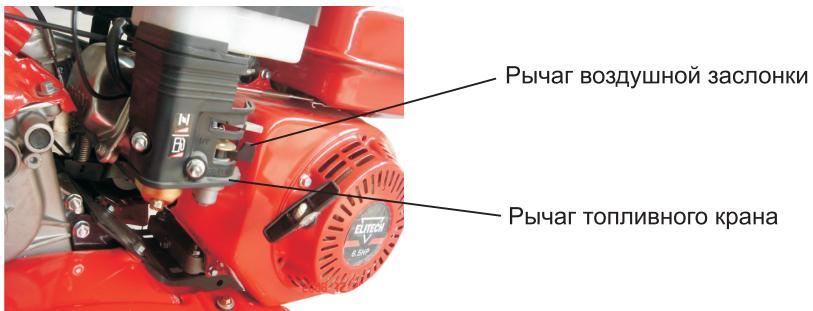

Рис. 17
6. По мере прогрева двигателя постепенно открывайте воздушную заслонку (рис.17).